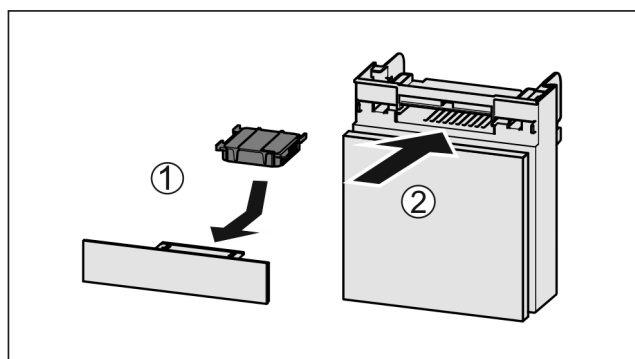

Fig. 173
- ▶ Aktivni ogljeni filter vstavite Fig. 173 (1) skladno s prikazom na sliki.
- ▷ Aktivni ogljeni filter se zaskoči. Če je aktivni ogljeni filter obrnjen navzdol: ▶ Predal potisnite noter Fig. 173 (2).